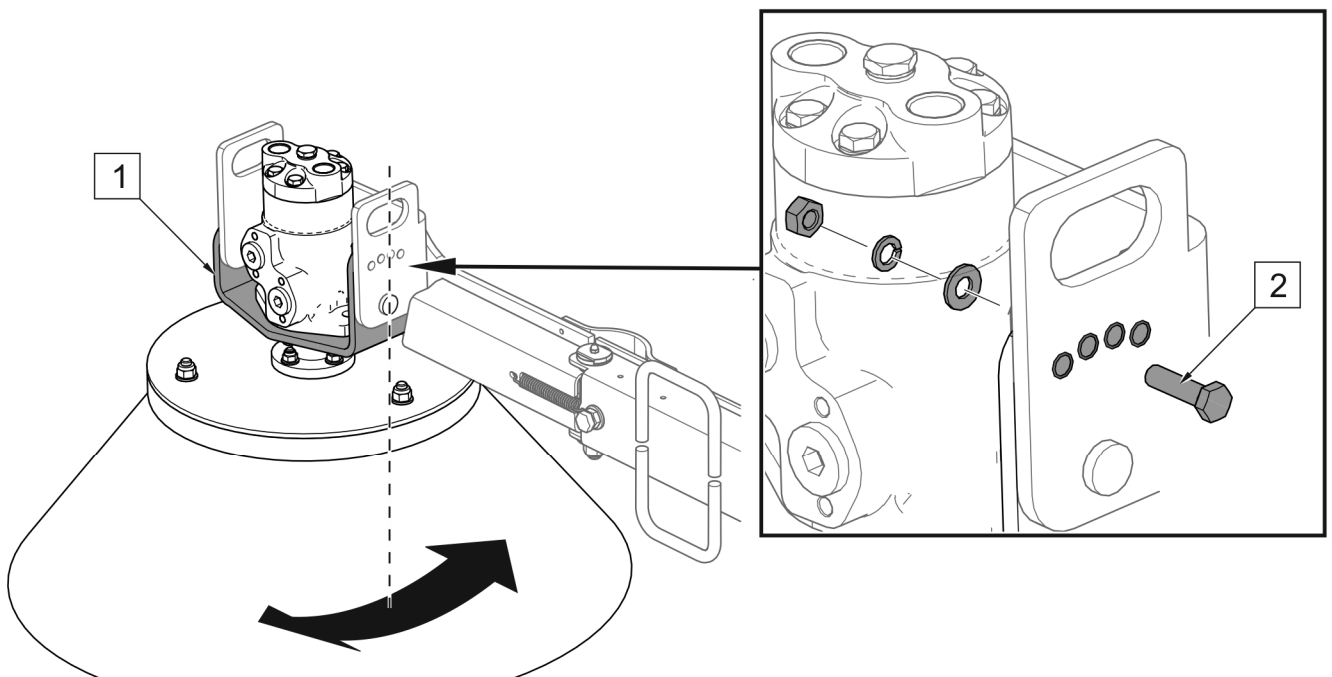

ABBILDUNG 5.5 Einstellung der Querneigung
- Einstellung der Querneigung (ABBILDUNG 5.5).
(1) - Halterung des Bürstenkopfes; (2) - Stellschraube
Um den Winkel der Querneigung zu ändern (ABBILDUNG 5.5), müssen die Stellschraube (2) abgeschraubt, die Halterung (1) entsprechend gedreht und die Schraube (2) im entsprechenden Loch der Halterung befestigt werden.